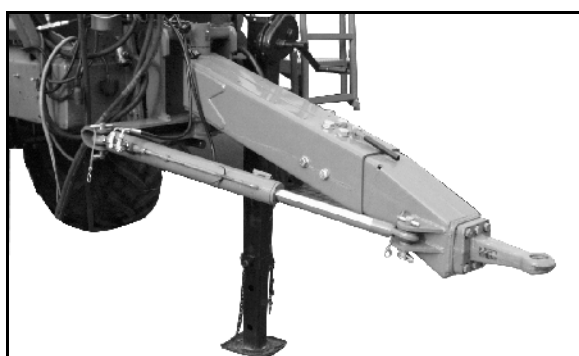

Рис. 25
- дышлом равного следа с системой Trail-Tron (Рис. 25).